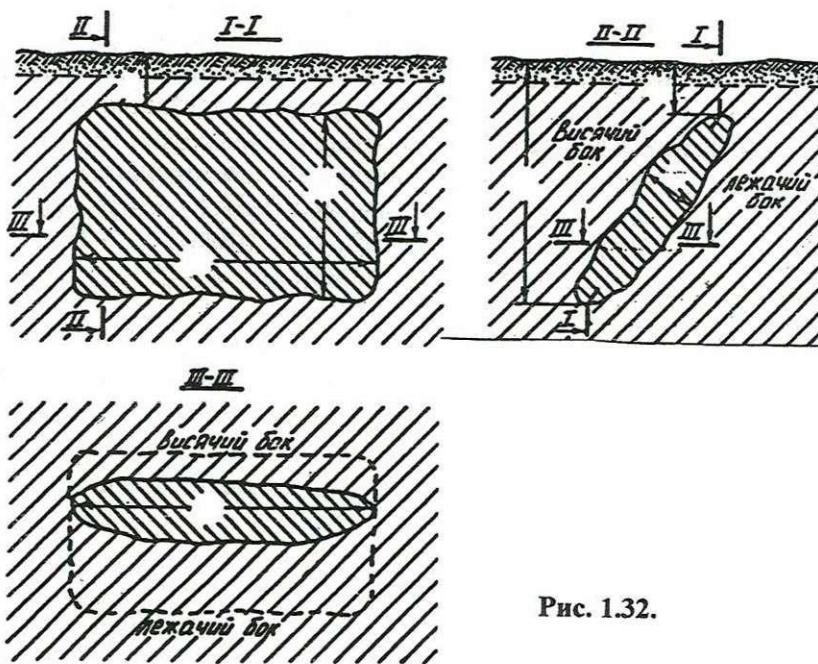

Рис. 1.32.
**30.** На каких разрезах (рис.1.32) можно показать длину месторождения по простирианию?